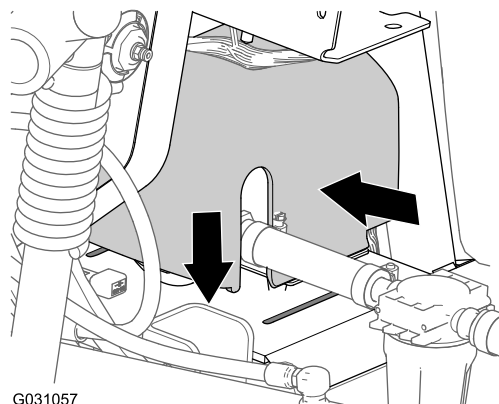

Figura 182
2. Alinee la cubierta de la bomba de enjuague sobre la placa base de la bomba de enjuague (Figura 182).
3. Presione los lados de la tapa de la bomba de enjuague y alinee las pestañas de la tapa con la placa base (Figura 182).
4. Introduzca las pestañas en las ranuras y suelte los lados de la tapa (Figura 182).